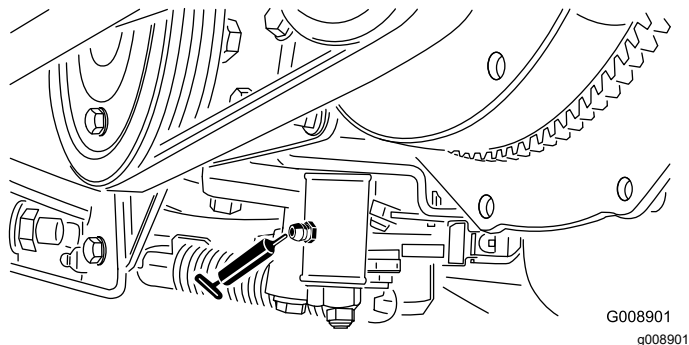

Рисунок 52
- Механизм регулировки нейтрали (Рисунок 52)